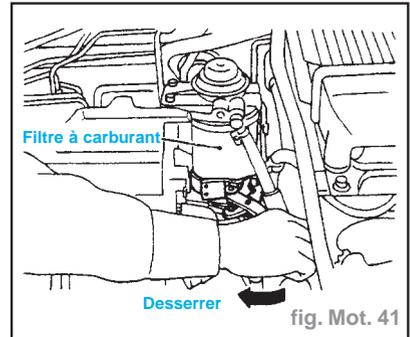

fig. Mot. 41
- Déposer le filtre à carburant à l'aide d'un démonte-filtre à bande (fig. Mot. 41).